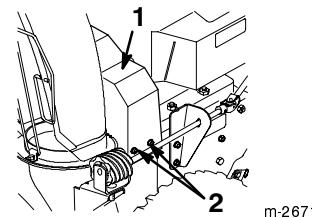

Figure 29
- Retirez les 3 vis de fixation du carter de courroie et mettez ce dernier de côté (Fig. 29).
2. Retirez les 3 vis de fixation du carter de courroie et mettez ce dernier de côté (Fig. 29).